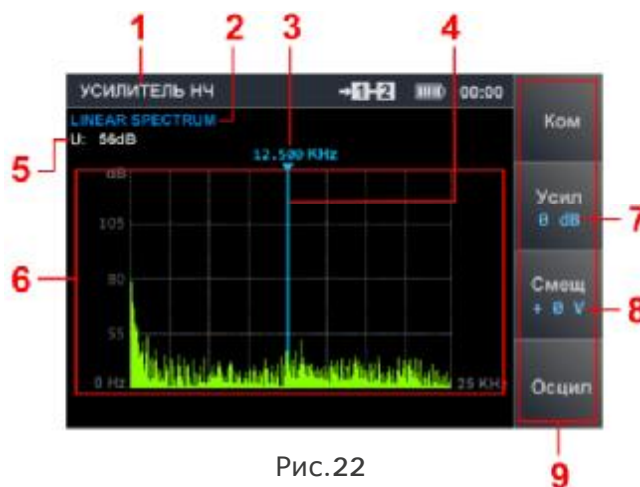

Рис.22
Для входа в режим УНЧ из главного меню нужно с помощью кнопок  и  установить курсор на строку «УСИЛИТЕЛЬ НИЗКОЙ ЧАСТОТЫ» и нажать кнопку «ENTER». В режиме «УНЧ» предусмотрены две формы представления информации: осциллограф (рис.21) и спектроанализатор (рис.22). При входе в режим «УНЧ» начальная форма представления всегда «ОСЦИЛЛОГРАФ» (рис.21). Изменение форм представления информации производится нажатием кнопки «F4».
На рис.22 представлен спектроанализатор режима «УНЧ».
Спектрограмма выводимая на экран (рис.22), не масштабируется, а представляется во всем диапазоне (0-25кГц). Управление маркером (п.4, рис.22) производится при помощи кнопок  и . При этом частота маркера отображается в верхней части экрана спектроанализатора (п.3, рис.22).
- с помощью кнопок   установить требуемое усиление (установленное значение отображается на индикаторе п.7, рис. 21, п.7, рис.22);
- с помощью кнопок   установить требуемое напряжение смещения (установленное значение отображается на индикаторе п.8, рис. 21, п.8, рис.22)